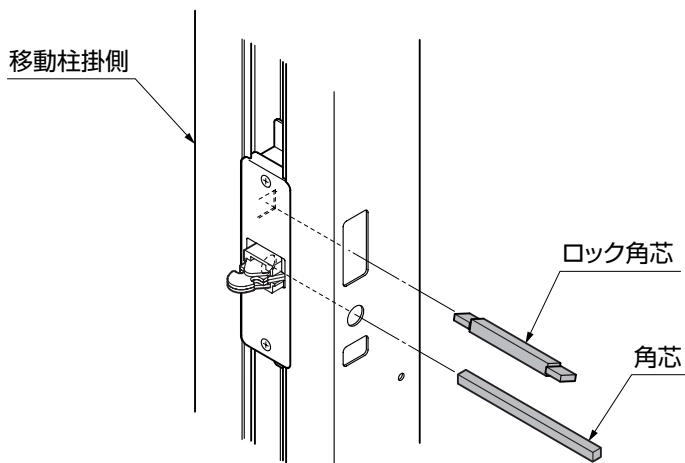

図9-7
①ロック角芯と角芯を移動柱掛側の穴に通してください。(図9-7、図9-8参照)